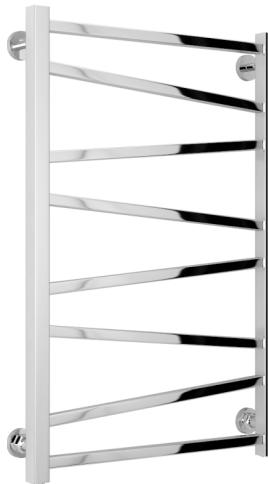

Рис. 1
- 1.2. Конструктивно радиатор изготавливается различных типоразмеров (рис. 1).